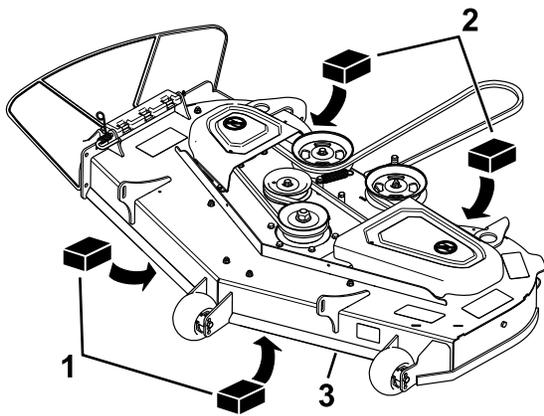

Figura 76
- Coloque dois calços de 6,6 cm de espessura cada debaixo de cada lado da extremidade frontal da plataforma, mas não debaixo dos suportes do rolo antidanos (Figura 76).
- Coloque dois calços de 7,3 cm de espessura cada debaixo da extremidade traseira da aba da plataforma de corte, um em cada lado da plataforma de corte (Figura 76).